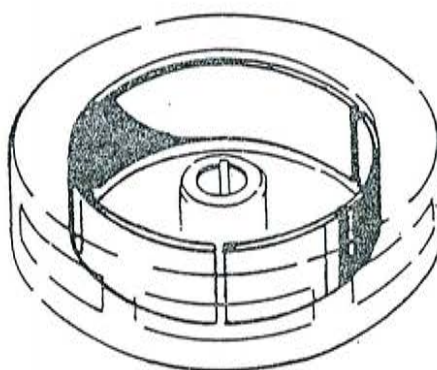

Fig. 68 - Conservazione volano
N.B. - Qualora il volano non debba subito esser montato sulla moto, conservarlo, curando che sia accoppiato con la relativa parte fissa o, in caso di indisponibilità di quest'ultima, con almeno tre settori di ferro come visibile in fig. 68.